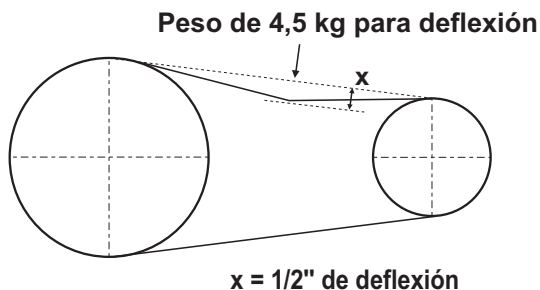

FIGURA 3 - DEFLEXIÓN DE LA CORREA
- Inspeccione la tensión de la correa y el alineamiento del volante de la polea, conforme figura 3 y 4 o otro servicio de mantenimiento que se haga necesario al compresor.